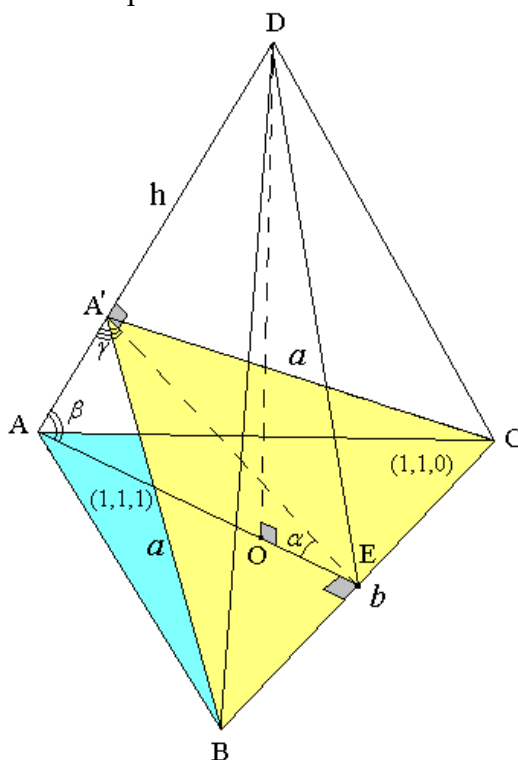

Рисунок 27 – Геометрия дефекта упаковки в приповерхностном слое эпитаксиальной пленки с кристаллографической ориентацией (110)
8. Приповерхностный слой эпитаксиальной пленки, ориентированной вдоль кристаллографической плоскости (110), содержит дефекты упаковки в виде пирамиды (рис. 27) с основанием в плоскости пленки. Измеренные электронным микроскопом значения сторон основания пирамиды составляют: $b = 0,025$ мкм и $a = 0,015$ мкм. Определить, на какую глубину h необходимо произвести травление?